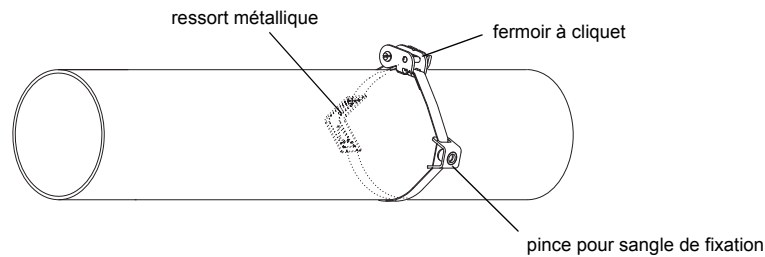

Fig. 9.41: Sangle de fixation avec ressort métallique, fermoir à cliquet et pince pour sangle de fixation sur la conduite
- Faites passer la sangle de fixation autour de la conduite (voir Fig. 9.41).